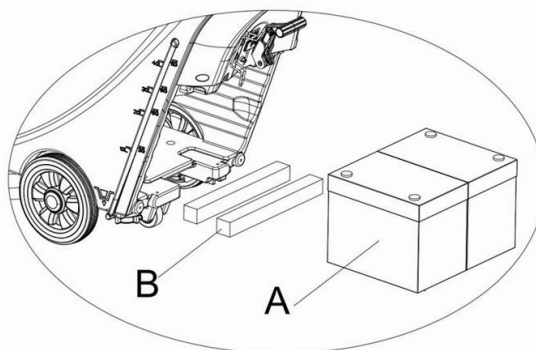

Figura 6
- 1) Pentru baterii cu lungime mai mică de 270mm, folosiți 2 plăcuțe de fixare (B, Figura 6) și puneți-le una lângă alta, în interiorul bateriei pentru rezervorul de apă;
- 2) Pentru baterii cu lungime între 310mm-270mm, folosiți o plăcuță de fixare (B, Figura 6) și plasați-o în bateria rezervorului de apă;